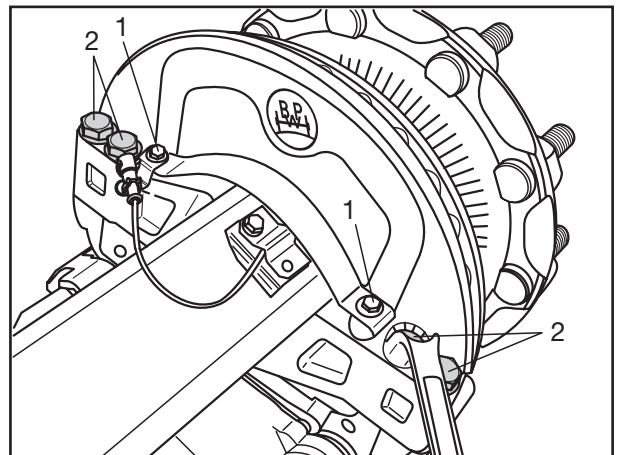

Fig. 3
- [9] Befestigungsschrauben (Fig. 3/2) herausschrauben und die Bremse komplett vom Bremsträger abnehmen, ggf. vorher das Bremsabdeckblech durch Lösen der beiden Befestigungsschrauben (Fig. 3/1) abnehmen.
- [9] Unscrew and remove the mounting bolts (Fig. 3/2) and completely remove the brake from the brake anchor plate. If necessary, remove the brake cover plate first by undoing the two mounting bolts (Fig. 3/1).
- [9] Extraire les vis de fixation (Fig. 3/2) et retirer le frein complet de son support ; le cas échéant, enlever la tôle de couverture du frein en desserrant les deux vis de fixation (Fig. 3/1).